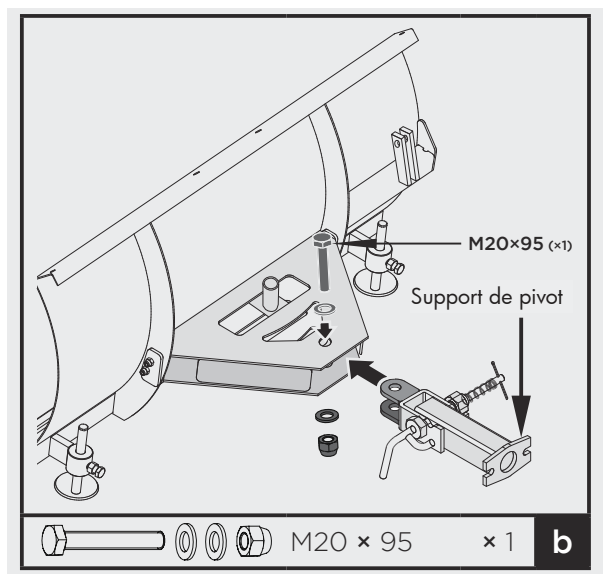

Figure 8
2. Positionnez le support de pivot à l'intérieur du support de montage et alignez-le avec les trous du support de montage. Fixez-le avec un boulon hexagonal M20x95, des rondelles et un écrou (figure 8).